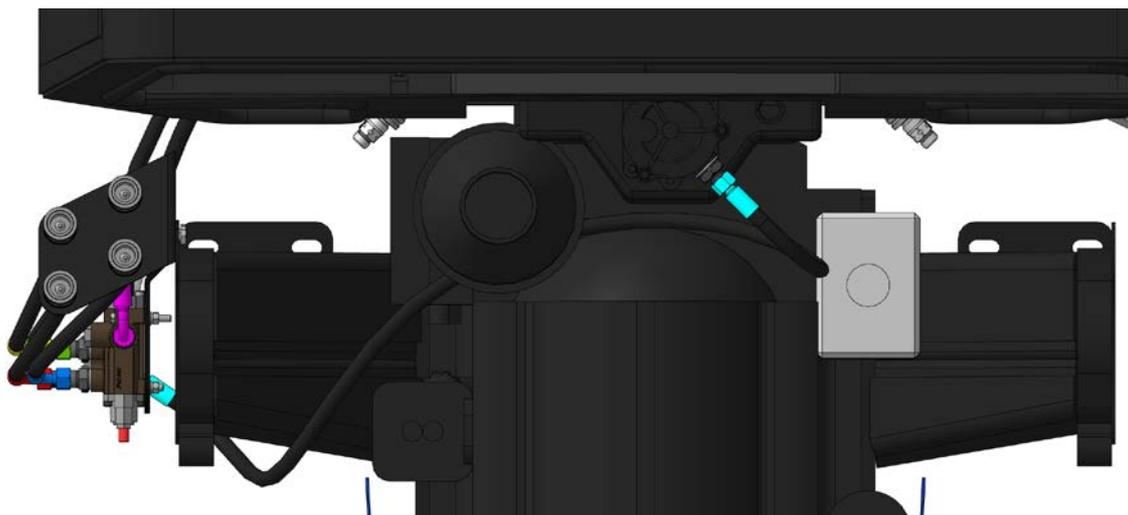

Рис. 2.13
2.3.1.5 Подсоединить РВД слива, ранее установленный на порт Т гидрораспределителя, прямым концом с гайкой М20х1,5 к фильтру бака гидронавесной системы трактора (рис. 2.13). Для подключения к фильтру трактора необходимо выкрутить пробку на корпусе и вместо неё установить адаптер М20х1,5(Ш)–М24х1,5(Ш) через медное (металлорезиновое) кольцо М24. Адаптер и кольцо входят в состав комплекта управления джойстиком.